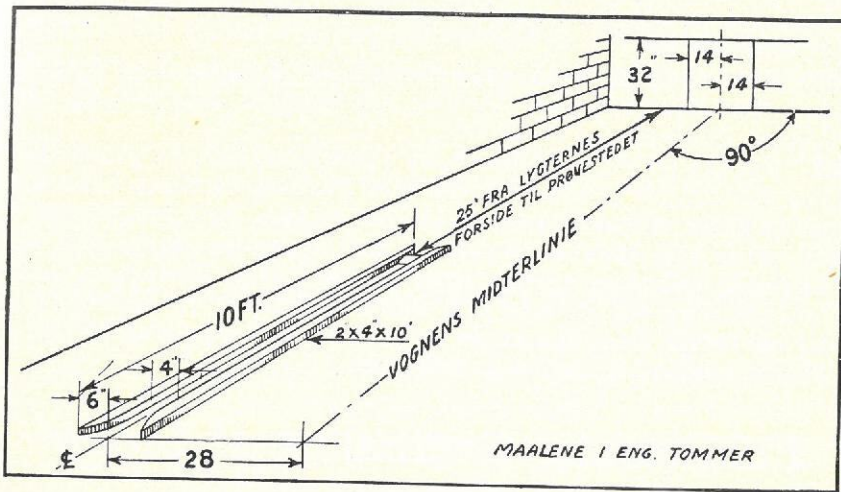

Fig. 128
- (a) Overkanten af Lyspletten paa Væggen 25 Fod fremme bliver 32" over Gulvet (Fig. 128). Naar dette er Tilfældet med tom Vogn, vil Forlygternes Indstilling ogsaa være rigtig med fuldt lastet Vogn.
158 Med Vognen med Front mod en hvid Væg 25 Fod foran Forlygterne kan disses rigtige Hældning konstateres ved Hjælp af en vandret Linie trukket paa Væggen 32" over Gulvfladen, hvorpaa Vognen staar, og to lodrette Linier med 28" Mellemlum, d. v. s. hver lodret Linie 14" fra Vognens Midterlinie. Vognens rigtige Stilling i Forhold til Mærkerne paa Væggen kontrolleres ved Hjælp af Hjulsporsklodser for den ene Side af Vognen, som vist paa Fig. 128. Hvis det er upraktisk at anbringe disse Hjulsporsklodser paa Gulvet, kan Mærker tegnede paa Gulvet gøre samme Nytte.